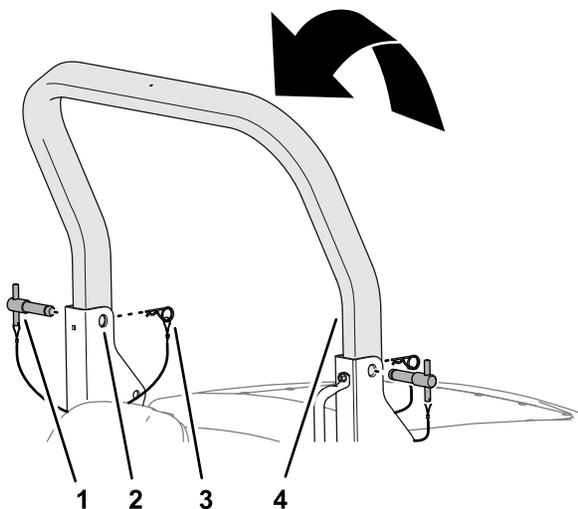

図 23
3. ロールバーの穴がピボットブラケットと揃うまで、上部ロールバーを持ち上げる(図 23)。
4. ロールバーピンをピボットブラケット上部の穴と上部ロールバーに挿入する(図 23)。
5. ロールバーピンをヘアピンを使ってピボットブラケットに固定する(図 23)。